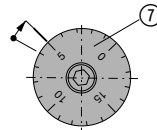

Bild 9
Die mattverchromte Skala ⑦ erlaubt ein exaktes Ablesen der Durchmesserforeinstellung. Die Verstellung ist mit einer Wegbegrenzung versehen. Die untenstehende Reihenfolge bei der Durchmesserforeinstellung ist zu beachten (Bild 9).
Ein Teilstrich auf der Skala entspricht einer Durchmesserforeinstellung von 0,01 mm. Eine Drehung im Uhrzeigersinn bewirkt eine Zustellung im Durchmesser (Bild 9).